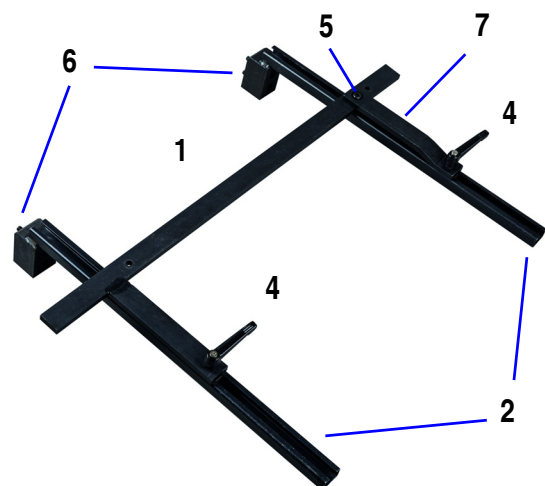

Abb. 9: Hinteranschlag im zusammengebauten Zustand
Schritt 7: Befestigen Sie das gebogene Verbindungsstück 7 (Abb.9) mit Hilfe der kleinen Schraube 5 (Abb.9) in der Gewindebohrung im Knotenpunkt des Winkelauslegers (Abb.10).